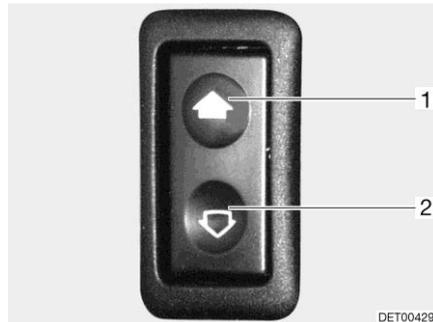

Fig. 38 Interruptor para el elevelunas eléctrico
- Abrir: ■ Pulsar la parte inferior (Fig. 38,2) del interruptor.
- Cerrar: ■ Pulsar la parte superior (Fig. 38,1) del interruptor.